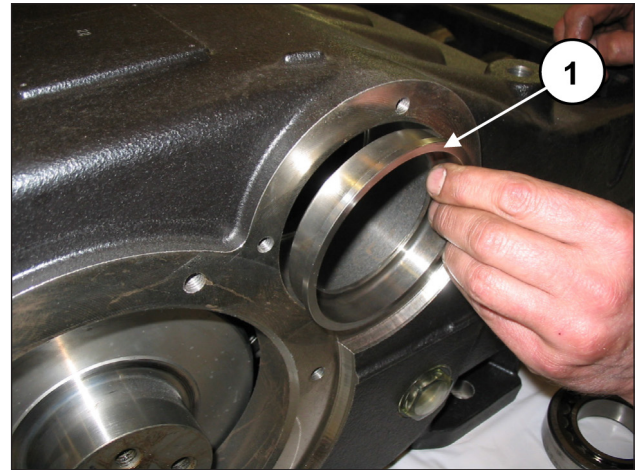
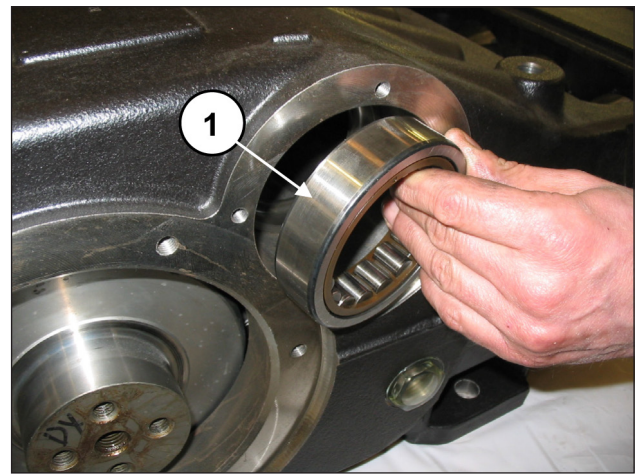

Fig. 53
Fig. 54
Da un lato del carter inserire la bussola di lubrificazione cuscinetti (pos. ①, Fig. 53) e un anello esterno del cuscinetto (pos. ①, Fig. 54) mediante l'utilizzo di un tampone e massa battente.